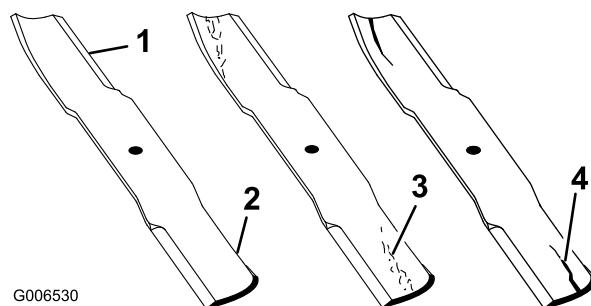

Figure 95
1. Examinez le tranchant des lames (Figure 95). Si les lames coupent mal ou présentent des indentations, déposez-les et aiguisez-les; voir Aiguisage des lames.
2. Inspectez les lames, surtout la partie relevée (Figure 95). Remplacez immédiatement toute lame endommagée, usée ou qui présente une entaille (Figure 95).